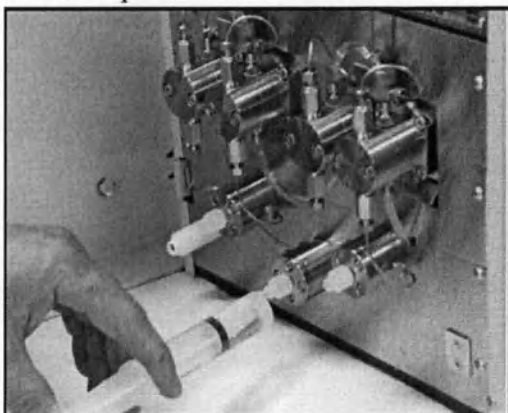

Рис. 3-17.
8. Повторите шаги с 4-го по 6-й для порта соседней помпы. См. Рис. 3-17.